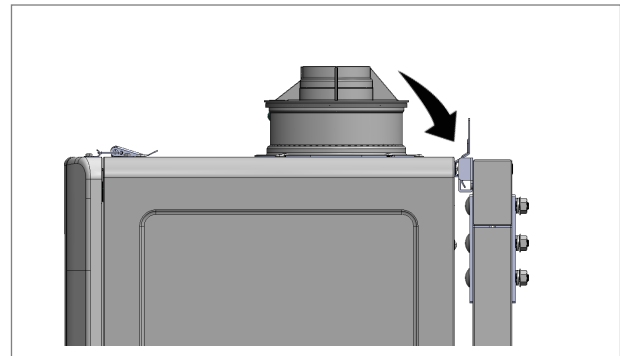

Fig. 11
9. Accrochez la chaudière sur la ferrure de suspension (Fig 11).